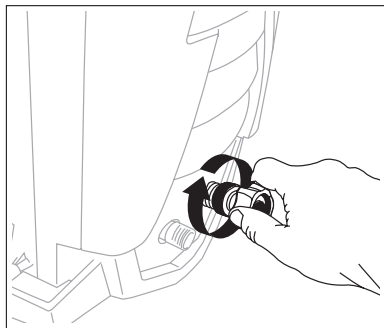

Fig. 13
- Fixez le collier de l'adaptateur de tuyau d'arrosage directement à l'entrée de la laveuse à pression. Serrer à la main (Fig. 13).